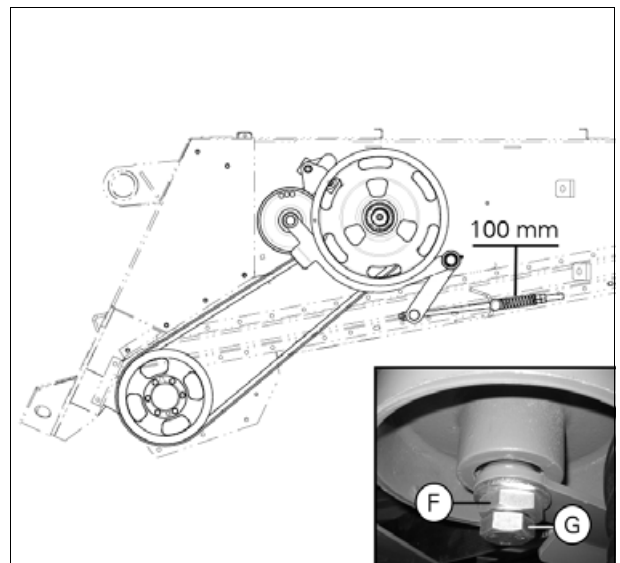

Рис. 16.
**ВАЖНО:** Убедитесь, что ремень расположен в середине натяжного шкива. При необходимости отрегулируйте эксцентрик (F) (рис. 16). Отверните гайку (G) (рис. 16) и поверните два шестигранника эксцентрика, так чтобы ремень был расположен прямо на шкиве.